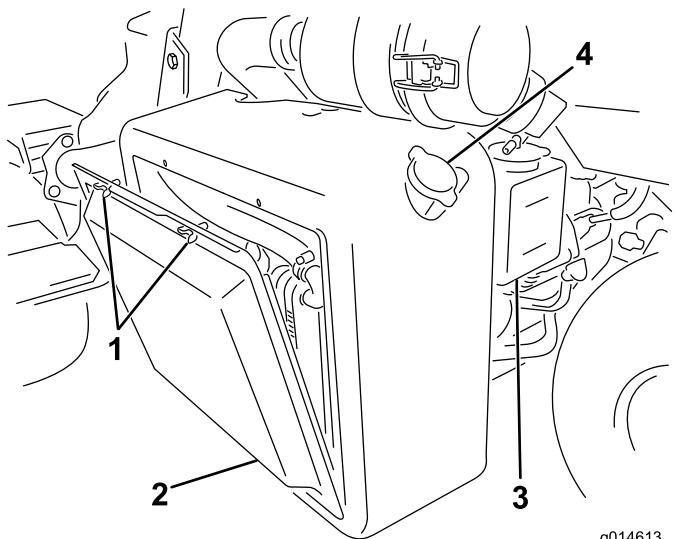

Figura 49
1. Retire o painel do radiador (Figura 49).